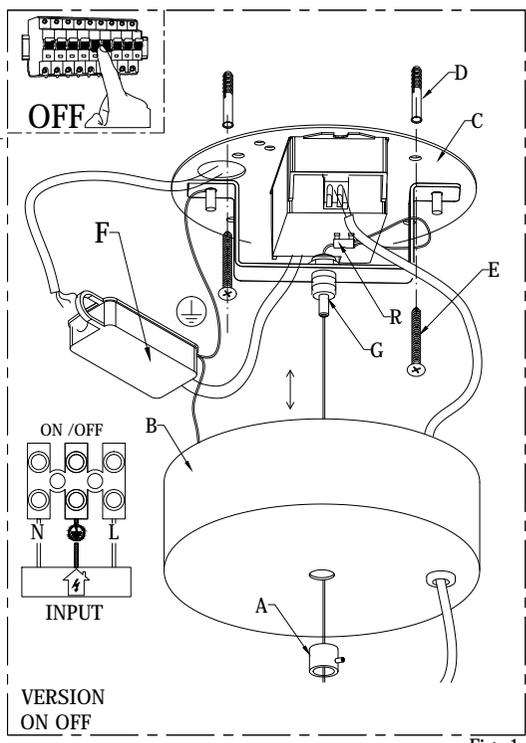

Fig. 1
- Svitare il particolare (A) e abbassare il rosone (B). (Fig. 1/2).
- Fissare la staffa (C) al soffitto mediante le viti (D) e i tasselli (E) (Fig. 1/2).
- Regolare la lunghezza del cavo in acciaio regolando agendo sul morsetto di sicurezza (R) , tenendo premuto il particolare (G) del gripper in modo che il cavo in acciaio scorra (Fig. 1/2).
- VERSIONE ON-OFF Collegare i cavi di rete nel driver (F) rispettando le polarità (Fig. 1).
- Unscrew the handle (A) and lower the canopy (B). (Fig.1/2)
- Fix the plate (C) with screw (D) and dowels (E) on the ceiling. (Fig.1/2)
- Adjust the length of the steel cable acting on regulating terminal security (R) , push the part (B) of the gripper so that the steel cable runs. (Fig.1/2)
-ON -OFF VERSION Connect the network cable into the driver (F) according to the polarity. (Fig.1)